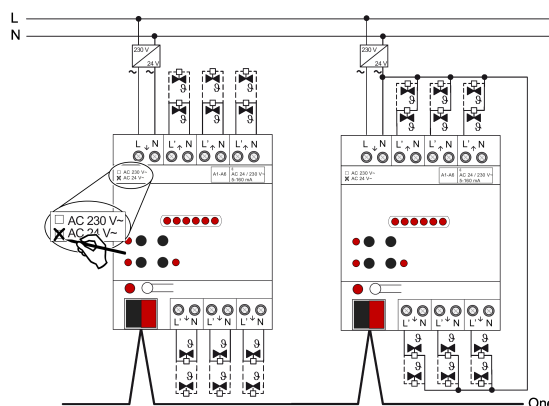

Figura 4: Collegamento per azionamenti AC 24 V
- Collegare gli attuatori AC 24 V secondo lo schema elettrico degli allacciamenti (Vedi figura 4). È possibile collegare gli azionamenti singolarmente e direttamente ai morsetti delle uscite dell'attuatore di riscaldamento (esempio di collegamento a sinistra), o in alternativa mediante un conduttore comune (esempio di collegamento a destra).